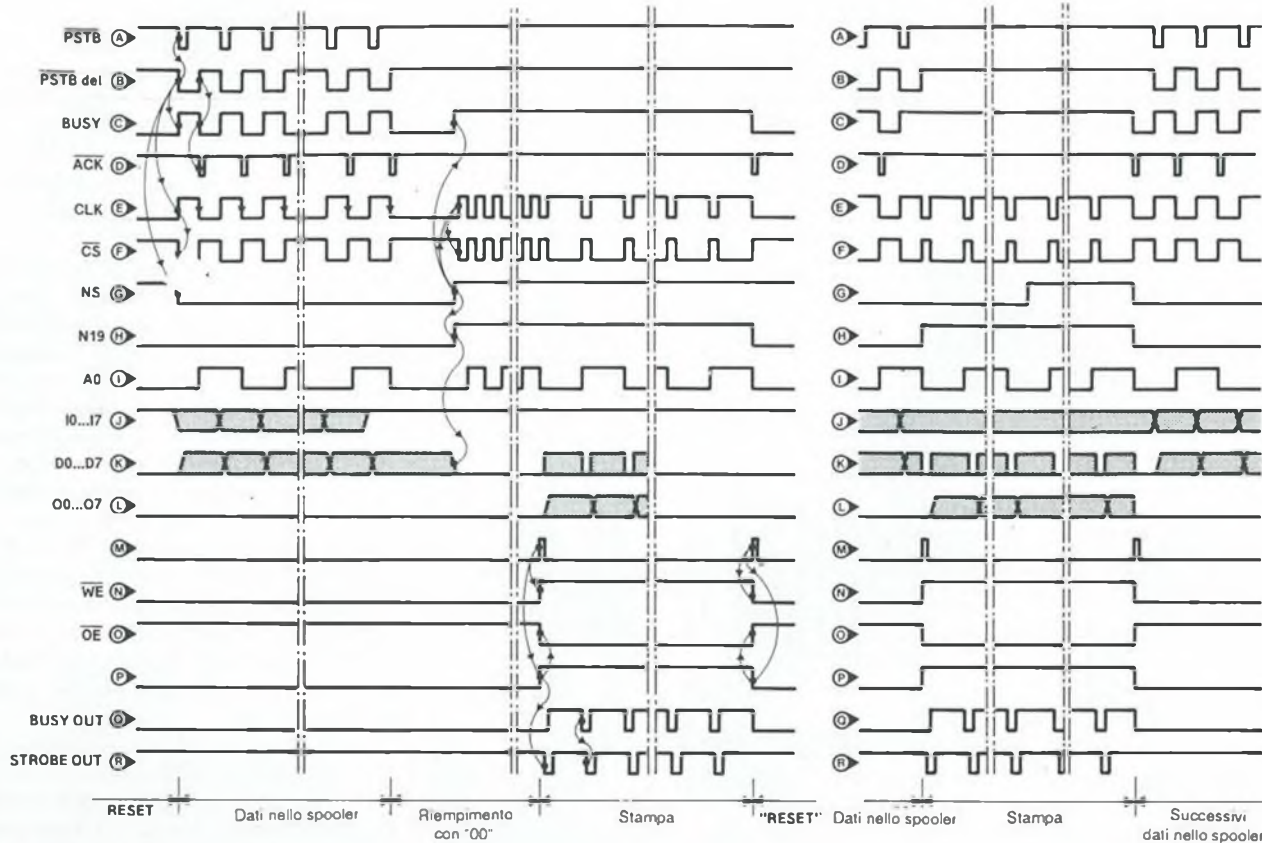

Figura 3. Temporizzazione dei principali segnali nel circuito.
La lettere che contrassegnano alcuni punti essenziali dello schema elettrico si riferiscono al diagramma di temporizzazione di Figura 3. Il flip flop FF3 prolunga leggermente il segnale di strobe (A) fornito dalla porta Centronics del computer, in modo da ottenere un segnale rettangolare ben definito (B) per pilotare la porta N20.